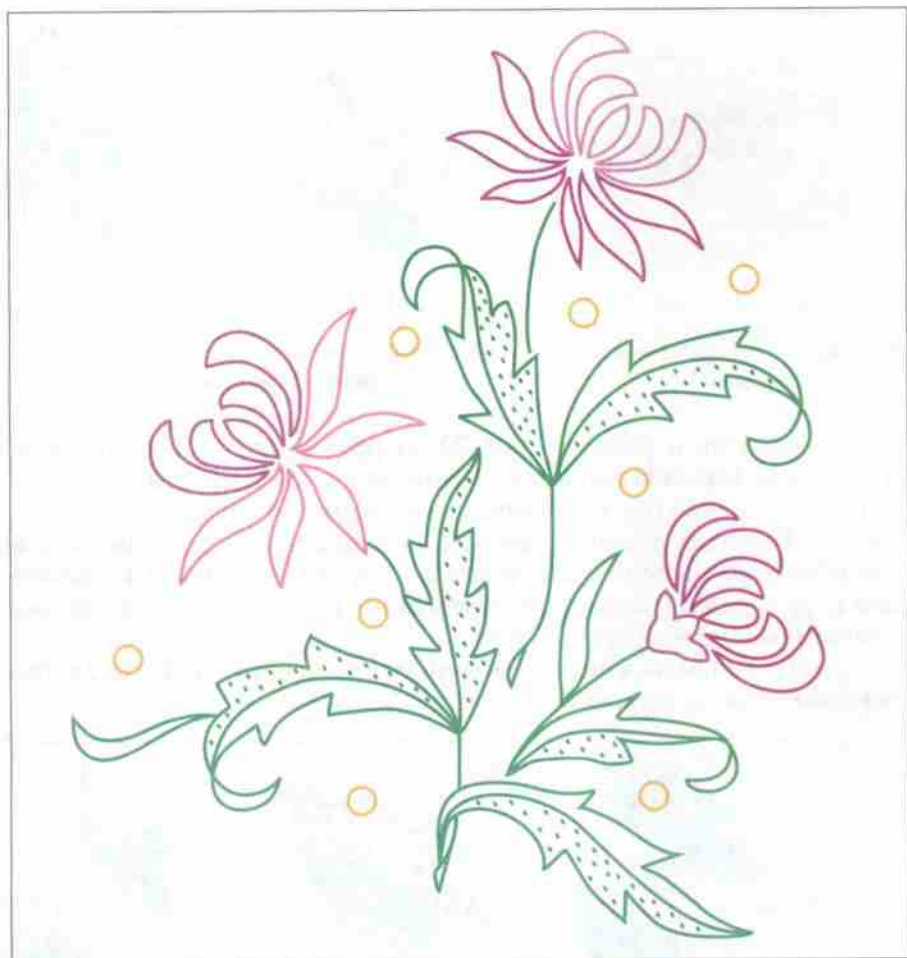

Рис. 21. Букет (здесь и выше, в рисунках для белой глади, цветность является условной)
1. Переведите на ткань рисунок «Букет» (рис. 21).